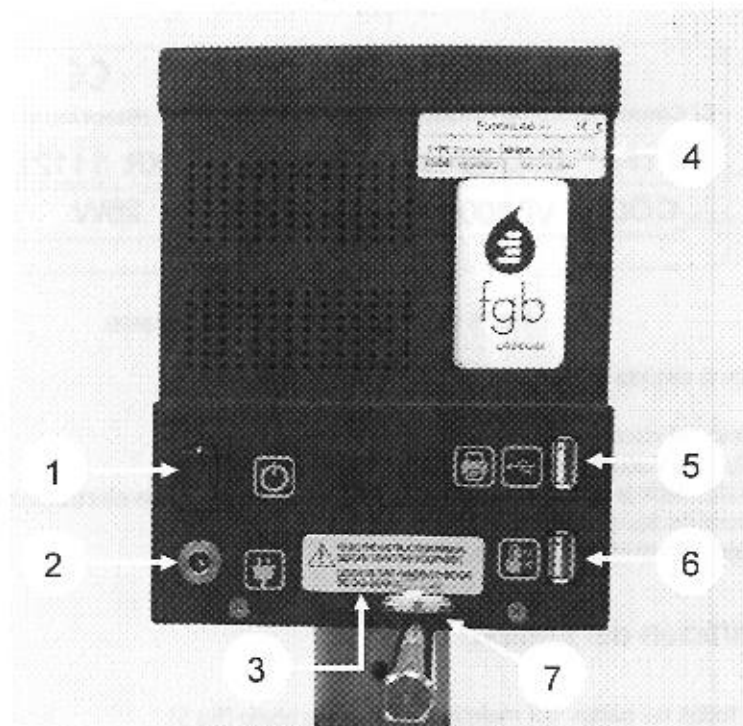

Fig. 3 Vista posterior del equipo
- Enchufe el cable de alimentación en el conector ubicado en la parte trasera del equipo (Fig. 3 posición 5) y enchúfelo en la fuente de poder.
Encienda el interruptor de la parte trasera de la máquina (numero 1, Fig. 3). Si la maquina no se enciende:
- Verifique que el cable de alimentación está conectado en ambas partes, tanto que la fuente de alimentación este conectada a la red eléctrica como que la fuente de alimentación esta también conectada al equipo (parte trasera, número 2, Fig. 3).